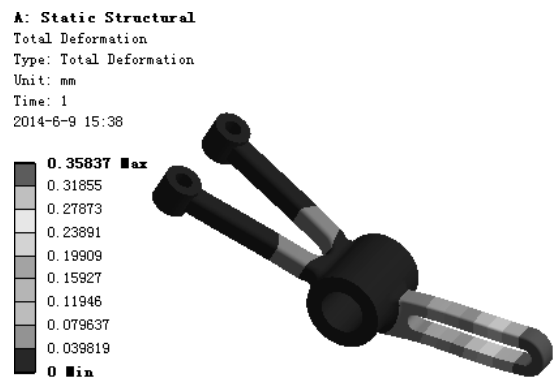

图 7.7.9 位移变形结果图解
(3) 查看位移变形结果图解。在“Outline”窗口中选中 Total Deformation，查看图 7.7.9 所示的位移变形结果，其最大位移为 0.35837mm。